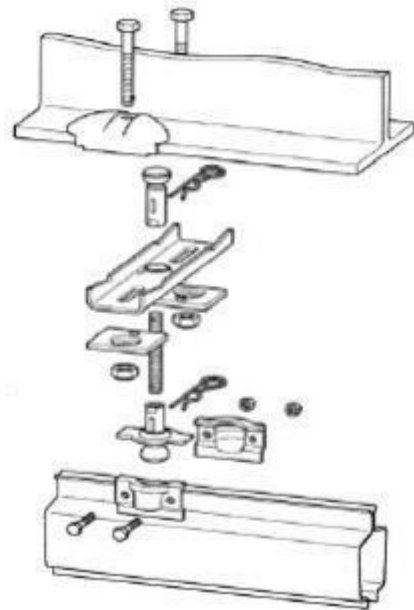

图6
- 根据安装需要如果螺纹吊杆必须缩短截断时，则在螺杆端部必须再加工一个新的横向孔。横向孔的直径及距端部的距离为：JKBK I：直径为 3.2mm，距离为 5mm。JKBK II：直径为 4.0mm，距离为 6mm。（轨道吊架结构见图 6）